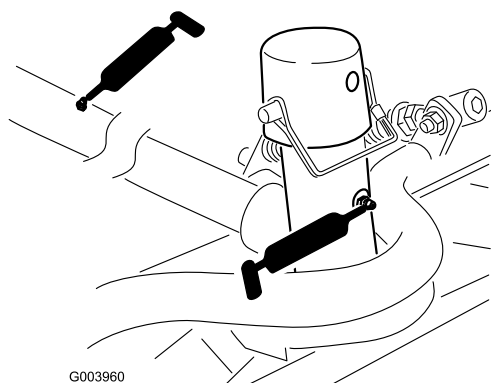

図 52
- ・ カuttingユニットのキャリア・フレームとピボット（各2）（図 52）